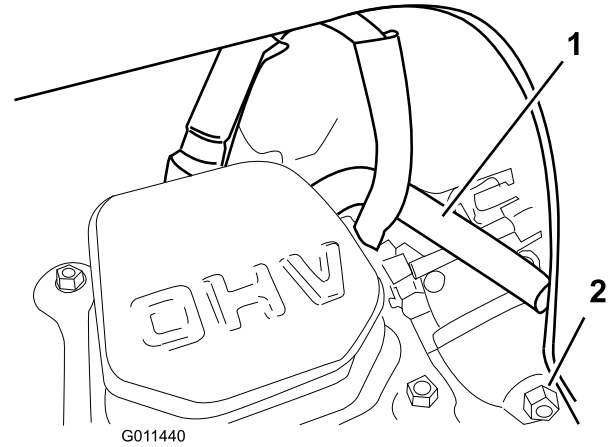

**Figura 32**
11. Ajuste la distancia entre los electrodos a 0.76 mm (0.030 pulgadas) (Figura 32).